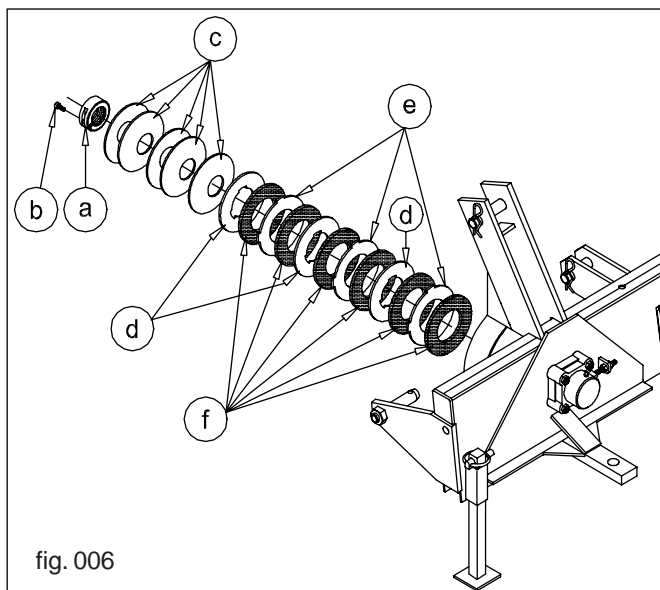

fig. 006
a) Examinar la posición de la tuerca "a" (Fig.006) y medir cuanto está enroscada en el cubo. Cuando fuera a colocar nuevamente la tuerca, dejarla en la misma condición que fue encontrada.
b) Desajuste el bulon allen "b" (Fig.006) de la tuerca "a" (Fig.006).
c) Retirar la tuerca "a" (Fig.006).
d) Retirar los resortes platos "c" (Fig.006) teniendo cuidado y prestar atención de como están colocados, para que cuando fuera a colocarlos, lo haga en las mismas posiciones que fueron encontrados.
f) Realizar el nuevo montaje en la misma orden del desmontaje, substituyendo los discos "f" (Fig.006) desgastados por los nuevos.
g) Efectuandose correctamente el montaje, colocando la tuerca "a" en la posición que fue encontrada y usando los discos genuinos, el embrague de fricción funcionará normalmente, si por acaso ocurriese una patinación anormal, haga un ajuste en los discos de fricción girando la tuerca "a" (Fig.006), 1/4 de vuelta de cada vez.
Cuando el regulaje fuera el adecuado reajustar el bulon allen "b" (Fig.006).